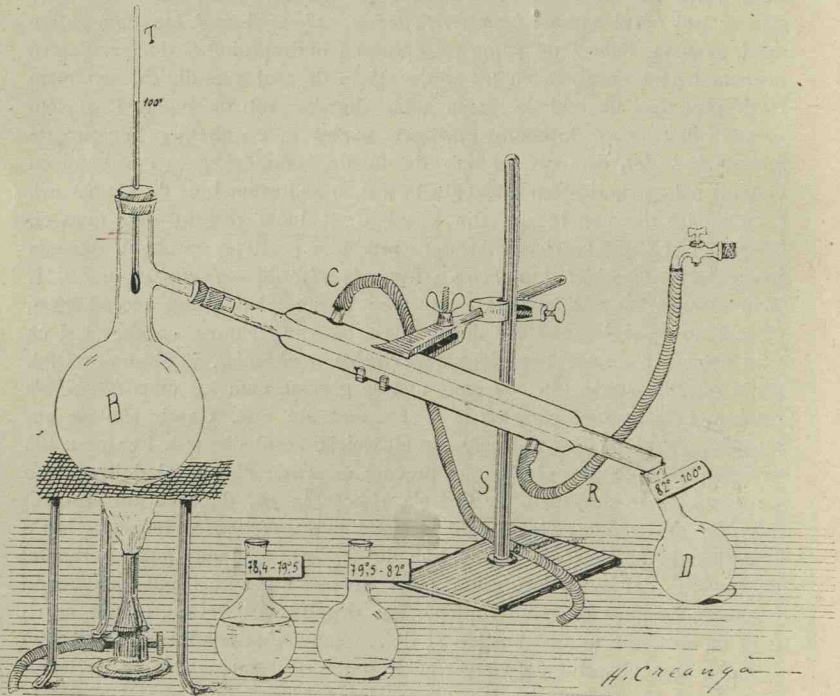

Fig. 7. Aparatul de distilat întrebuițat în laborator.
**Experiență.** Punem în balonul *B*, fig. 7 200 cmc. de spirt  $90\%$ . Spirtul trebuie să umple numai pe jumătate acest balon iar rezervorul termometrului trebuie să fie puțin mai jos de tubul balonului pe unde es vaporii; nici într'un caz termometrul nu trebuie să intre în lichid. Lăsăm să curgă apă rece prin *răcitorul R, C*. Punem în *D* un *balonaș* curat. Încălzim cu încetul. Termometrul arată dela un timp  $78^{\circ},4$ , când încep să